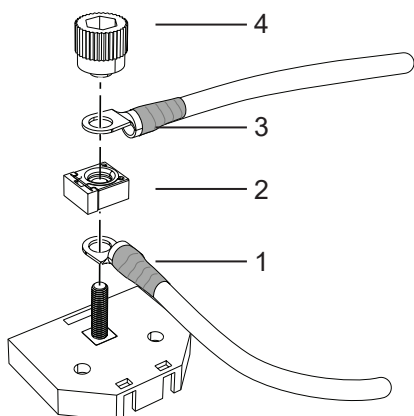
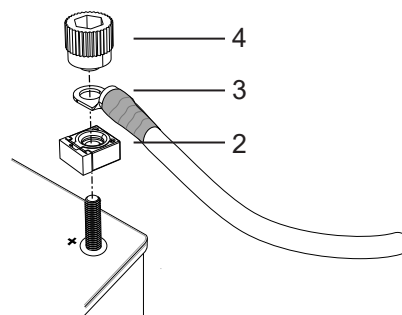

Bild 75. Inkoppling till säkringslåda
Bild 76. Inkoppling till batteriets plus-pol
2. Säkerställ att hyttströmbrytaren (CS) i förekommande fall står i läge "Av".
3. Vid användning av säkringslåda, anslut kabeln (1) till batteriets pluspol och till säkringslådan och placera där säkringen (2) ovanpå, se Bild 75.
4. Vid anslutning direkt till batteriets plus-pol, placera säkringen (2) på plus-polen, se Bild 75.
5. Anslut huvudströmkabeln (3) till säkringslådan/plus-polen, se Bild 75 - Bild 76.
6. Skruva fast kabelanslutningar och säkring med vredet (4). Kablarna monteras 90° alt. 180° ifrån varandra. Säkringen monteras i rät vinkel mot kablarna, se Bild 75 - Bild 76.